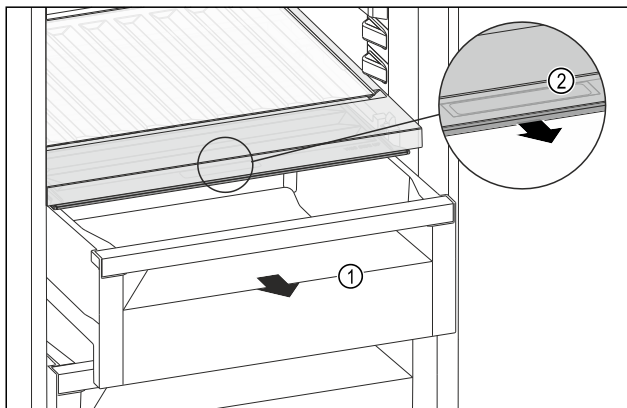

Fig. 156
- Estrarre il cassetto Fig. 156 (1).
- Afferrare la maniglia incassata Fig. 156 (2) sul coperchio dello scomparto e tirare allo stesso tempo in avanti il coperchio dello scomparto.